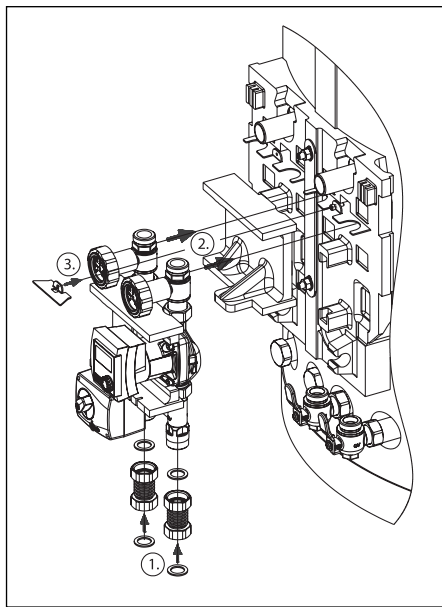

Fig. 10 Montage du groupe du circuit de chauffage
- Raccorder les tubes annelés métalliques d'une longueur de  $L = 45$  mm avec les joints au groupe du circuit de chauffage (fig. 10 point 1). Ensuite accrocher le groupe au support de fixation (point 2), monter la plaque d'arrêt et la fixer au support de fixation (point 3).